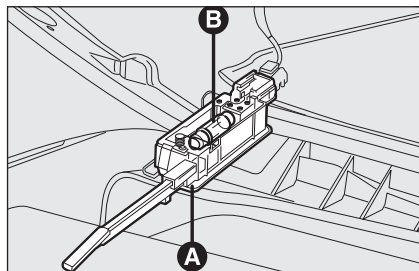

fig. 44
- ☐ abra la guantera y extraiga la luz **A-fig. 44**;